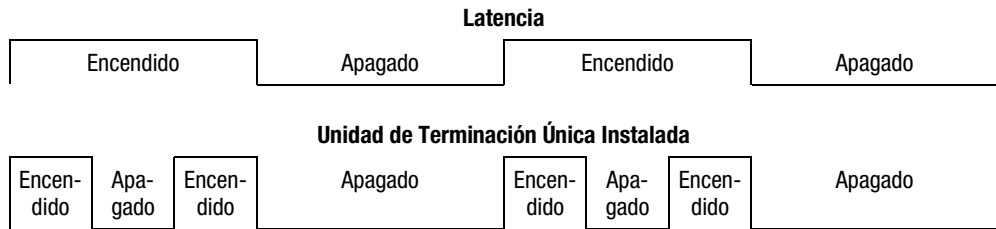

Figura 4-4. Pantalla del LED de la EMU
Cuando el LED verde ❶ parpadea lentamente, la EMU está en funcionamiento. Si está encendido o apagado significa que hay un problema interno. Cuando parpadea rápidamente, significa que la EMU está en funcionamiento y que hay una unidad de terminación única instalada en el array de cinta (consulte la Figura 4-4).
El indicador verde de estado de la EMU muestra el estado de la EMU e identifica los tipos de unidad, ya sean LVD o de terminación única. Este LED parpadea a dos velocidades diferentes (consulte la Figura 4-4).
<input type="radio"/> Si parpadea una vez por segundo (consulte la latencia en la Figura 4-4), tanto la EMU como el array de cinta están en funcionamiento.
<input type="radio"/> Si parpadea dos veces por segundo (consulte la unidad de terminación única en la Figura 4-4), significa que están en funcionamiento tanto la EMU como el array de cinta, pero hay una unidad de terminación única instalada.